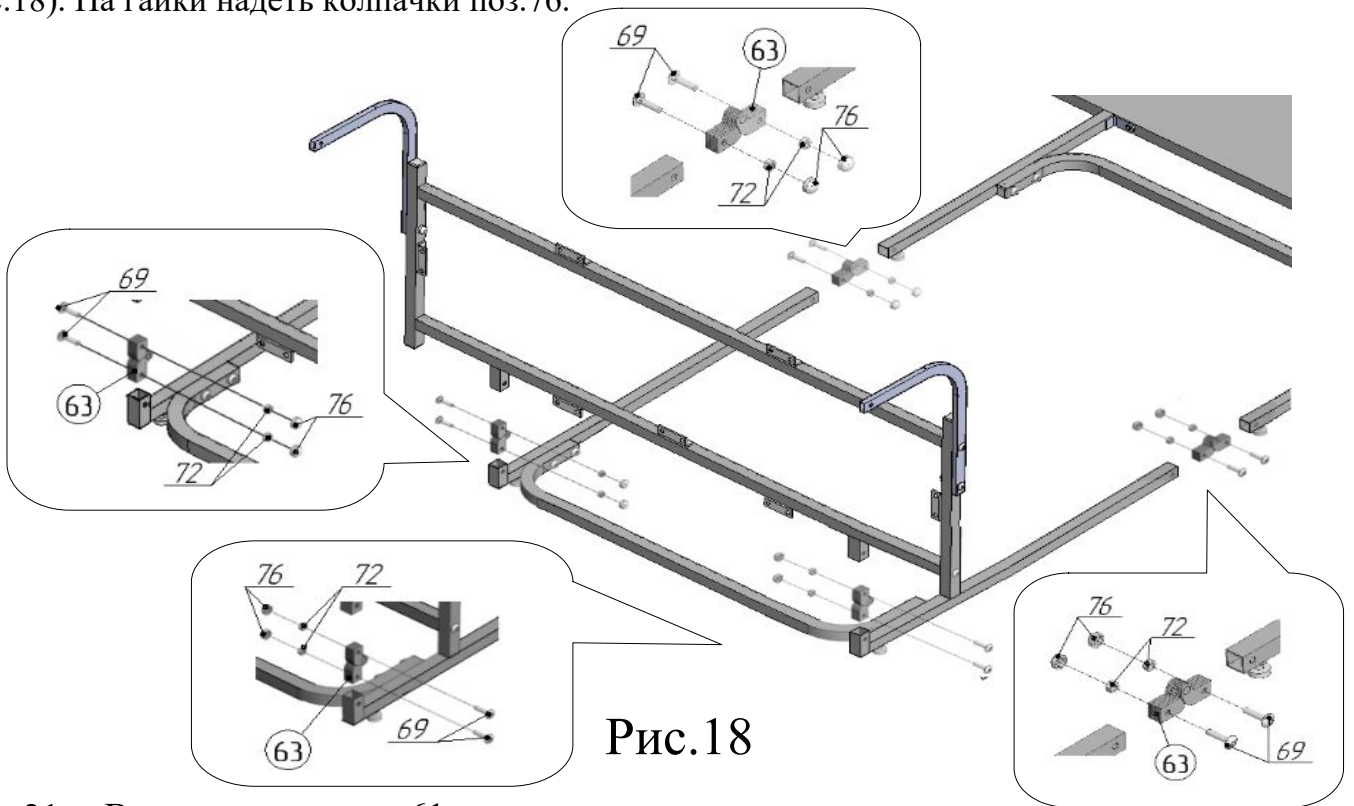

Рис.18
20. Соединить узлы, собранные в пунктах 16,17,18 друг с другом, используя шарниры с заклёпкой поз.63, Винт М6х25 поз.69, гайку М6 со стопорным кольцом поз.72 (рис.18). На гайки надеть колпачки поз.76.